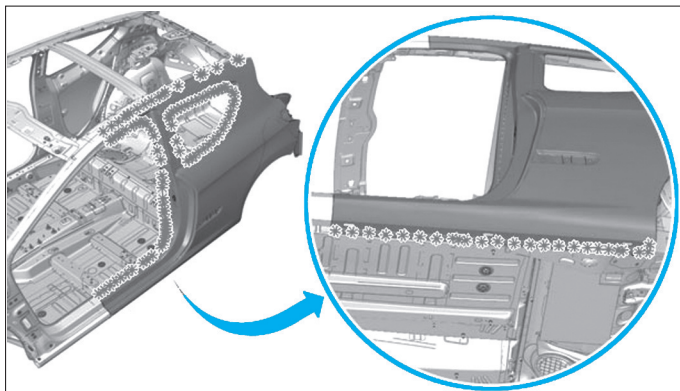
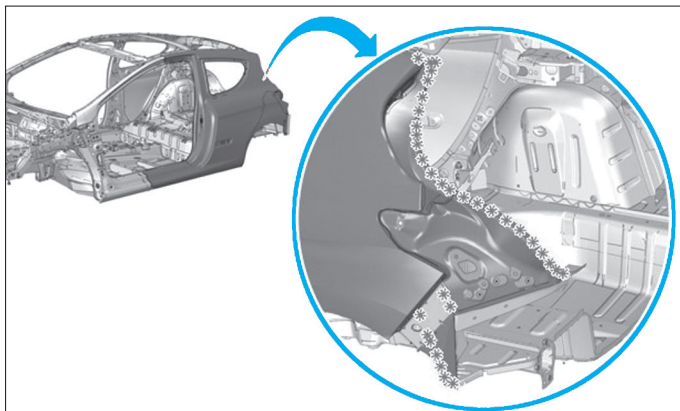

FIG. 150
FIG. 151
- Fraiser les points de soudure (Fig.150) et (Fig.151).